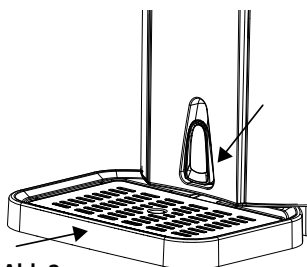

Abb.2
3. Setzen Sie die Abtropfschale samt Abtropfgitter in die passende Kerbe am Gerät. Stellen Sie sicher, dass der Ablaufhebel geschlossen ist (Abb. 2) und sich der Zapfhahn in geschlossener Position befindet.